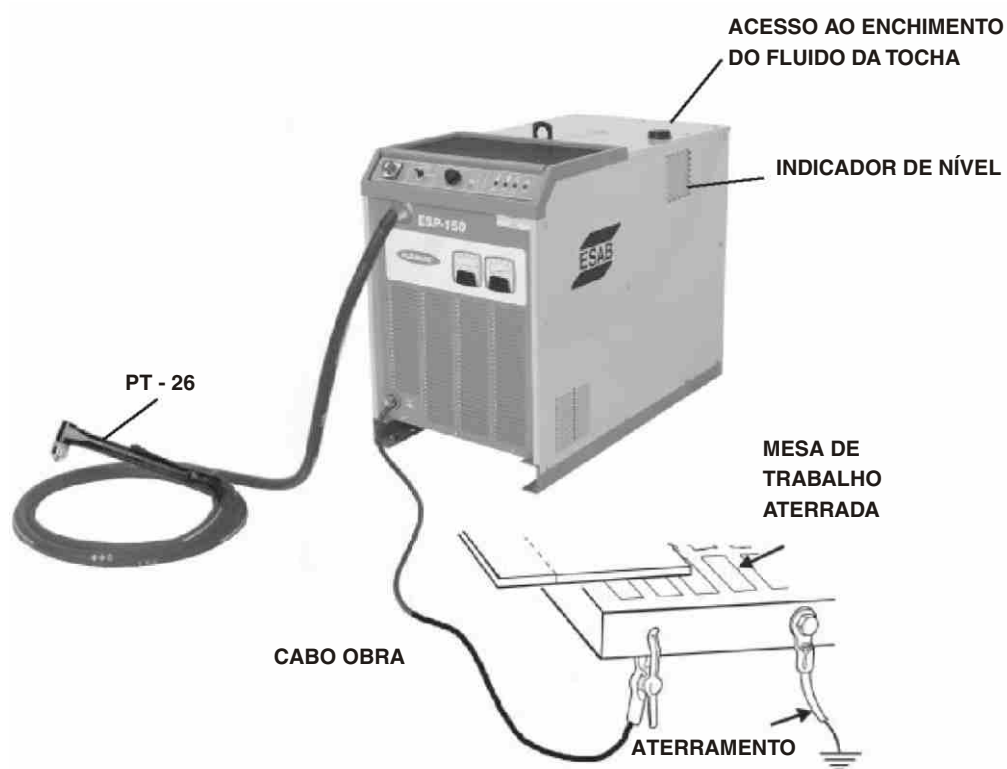

Figura 15 – Acesso para enchimento do tanque de fluido da tocha
1. Conecte a extremidade do borne do terminal do conjunto do cabo obra ao pino no canto esquerdo inferior do painel frontal. A porca deve ser apertada com uma chave (figura 15). Faça a conexão elétrica do cabo obra na peça de trabalho. A conexão deve ser feita em um metal com superfície metálica exposta, livre de pintura, oxidação, moimho de escala, etc. (figura 15).